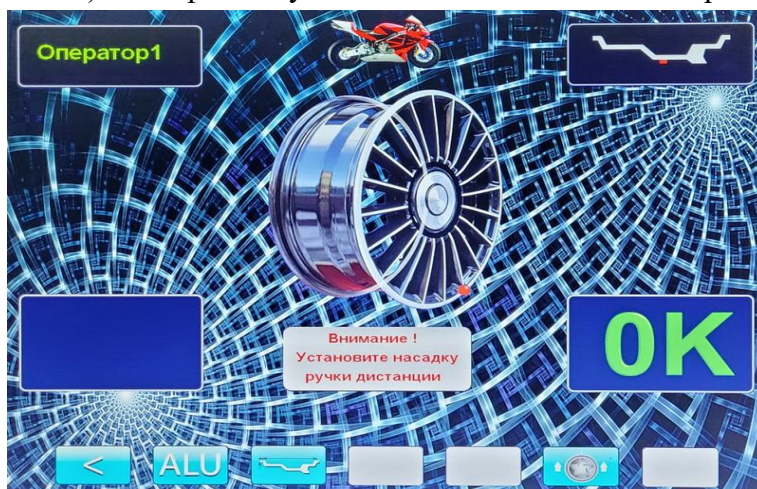

Рис. 27.1.
27.2. Для входа в режим балансировки колёс мотоциклов нажмите кнопку «MENU», в открывшемся окне MENU (рис.16.1) выберите пункт 2 «Мотоцикл». На экране основного рабочего режима появится изображение мотоцикла и надпись: «Внимание! Установите насадку на ручку дистанции» (рис.27.1).